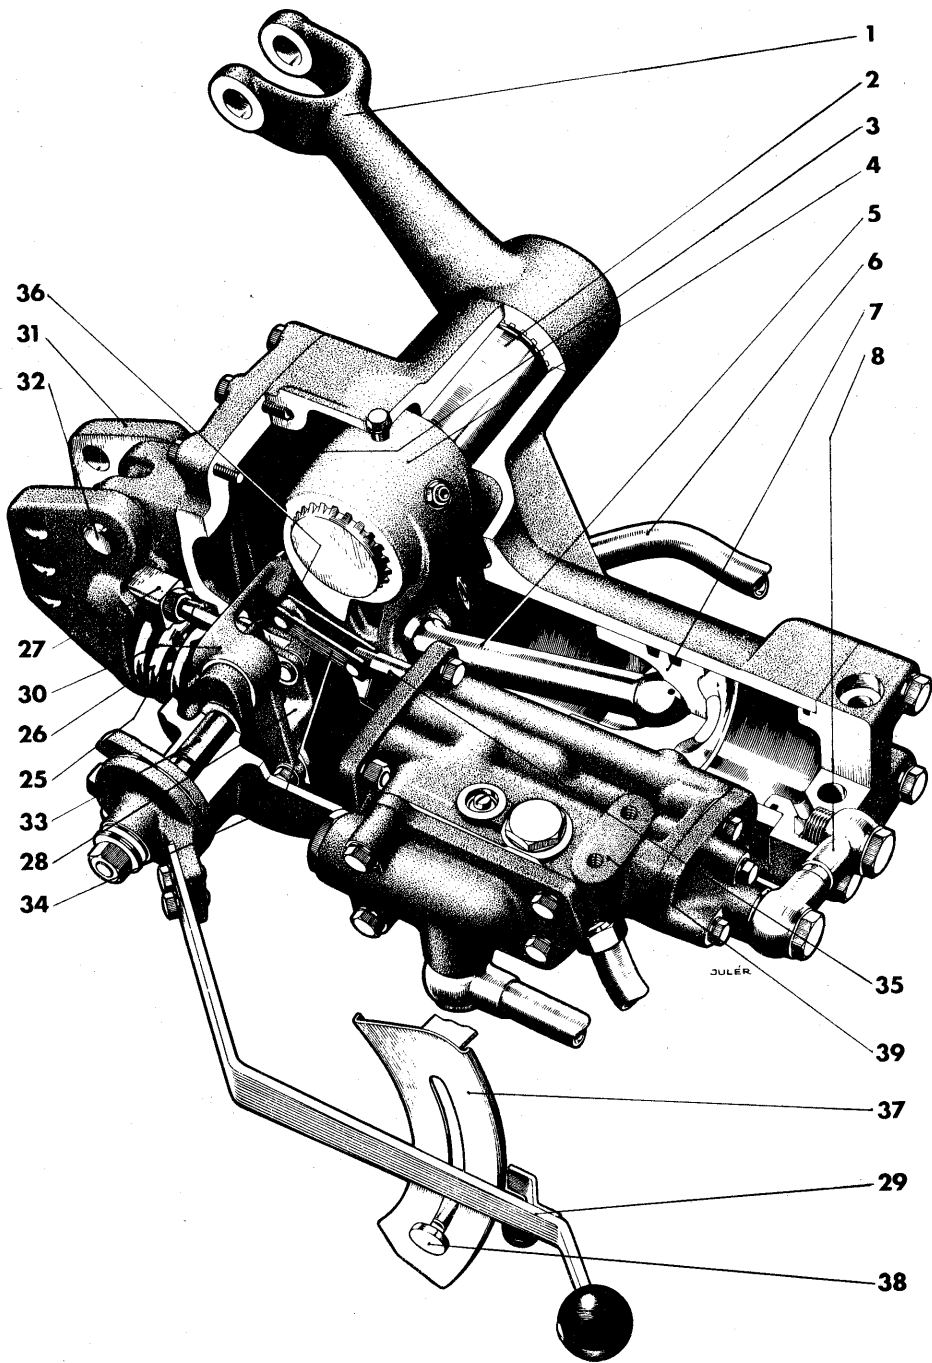

Fig. 37. Terra-Trol hydrauliksystemet.
Løftearmsakslen (2) fig. 37 og 38 er lejret i hydraulikhuset (3). Løftearmene (1) og den indre arm (4) er indbyrdes forbundne ved akslens noter. Hydraulikhusets forreste del er udformet som cylinder for stemplet (7). Hydraulikcylindren er ved en kort rørforbindelse (8) forbundet med reguleringsventilen. Hydraulikhusets bageste del er ved røret (6) forbundet med hydraulikolietanken.